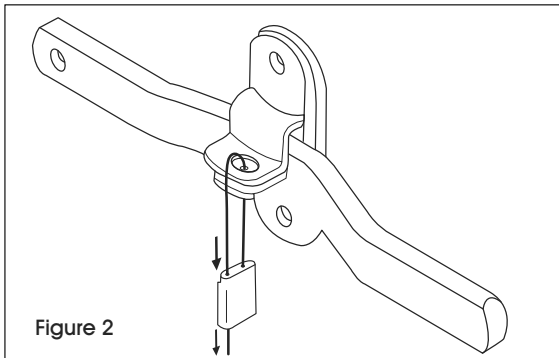

Figure 2
4. Tout en maintenant d'une main le boîtier, faites passer la longue extrémité de câble à travers l'ouverture du dispositif de verrouillage de l'autre main jusqu'à ce qu'une longueur considérable de câble en dépasse. (Voir Figure 2)